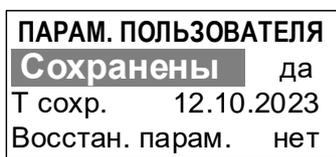

Рис.13. Окно сохранения установочных данных.
3.10.3. После выполнения операции сохранения установочных данных в окне индикации **ПАРАМ. ПОЛЬЗОВАТЕЛЯ** (рис.13) начнется отображение даты выполненной операции сохранения – **Т сохр.**